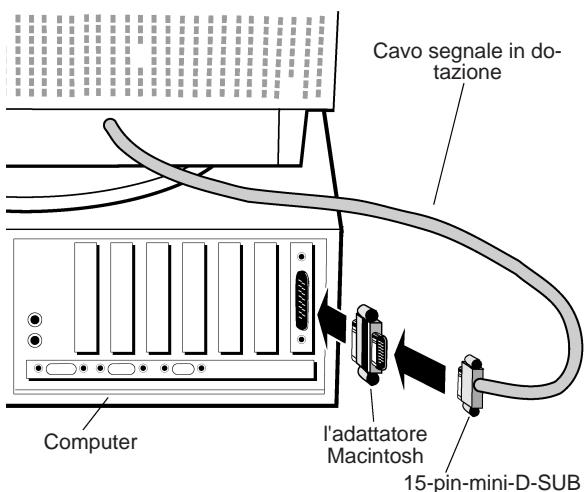

Figura B.1
- Per Mac:** Connettere l'adattatore Macintosh per il MultiSync A500+ o MultiSync A700+ al connettore video sul Macintosh (Figura B.1). Connettere il connettore 15-pin-mini-D-SUB al connettore sul computer (Figura B.1). Avvitate bene tutte le viti.